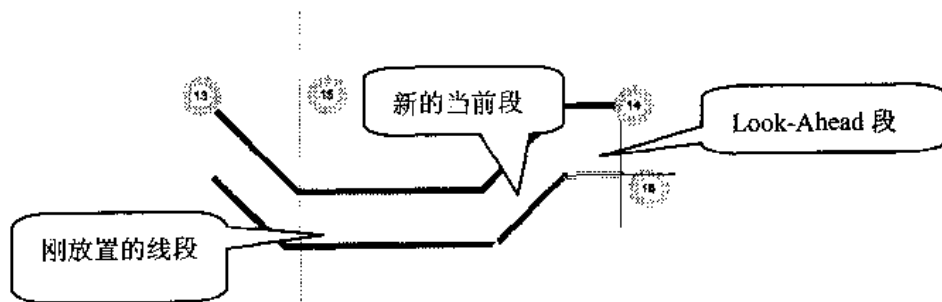

图 14-18 放置 Look Ahead 段可能产生电气检查规则冲突示意图
- (2) 当使用 Look Ahead 功能引导设计者布线时，应当注意到放置的导线并不是都和光标相连，当要放置的导线与焊盘连接违反了电气检查规则，Look Ahead 段将绕开到不发生违反的区域，而光标则跳到焊盘的一侧，如图 14-18 所示。这项功能可以使设计者避免放置的线段同电气检查规则产生冲突。